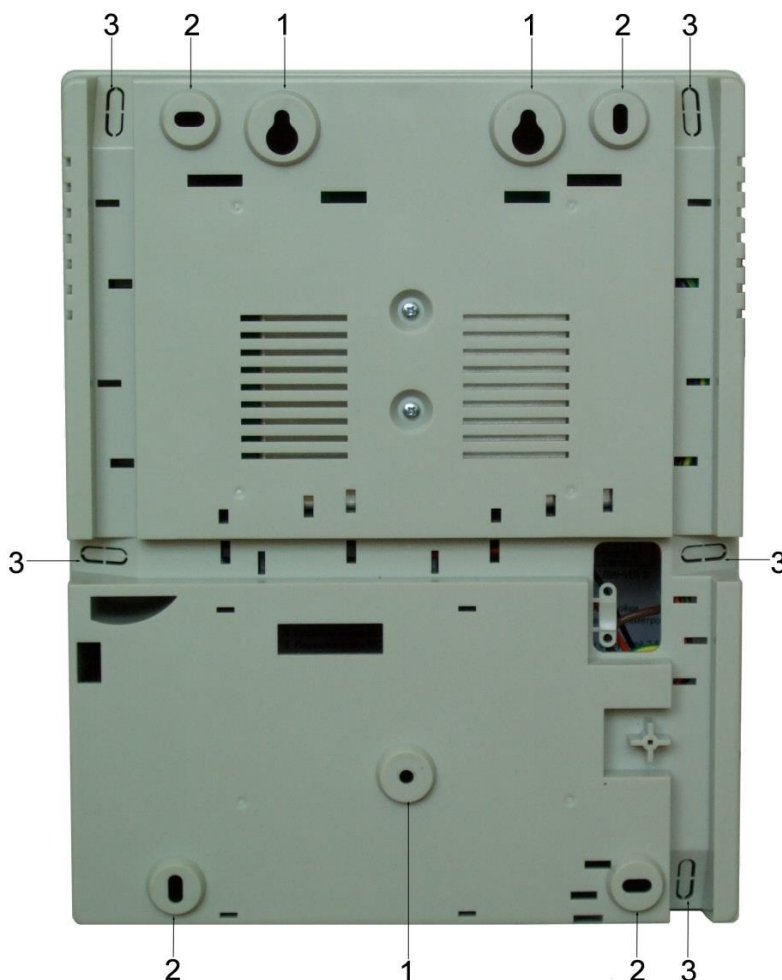

Рисунок 3. Монтажные отверстия
При этом используются отверстия (1) (см. рис. 3). Корпус монтируется на саморезы и дюбели, установленные на одной горизонтали на расстоянии 80 мм. После этого корпус закрепляется через нижнее отверстие, которое находится за аккумулятором резервного питания.